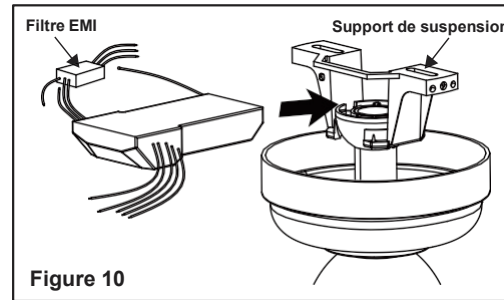

Figure 10
**Étape 2.** Placez le filtre EMI dans le boîtier de plafond avant d'installer le récepteur dans le support. Insérez le récepteur dans le support de montage avec le côté plat du récepteur face au plafond. (Fig. 10)